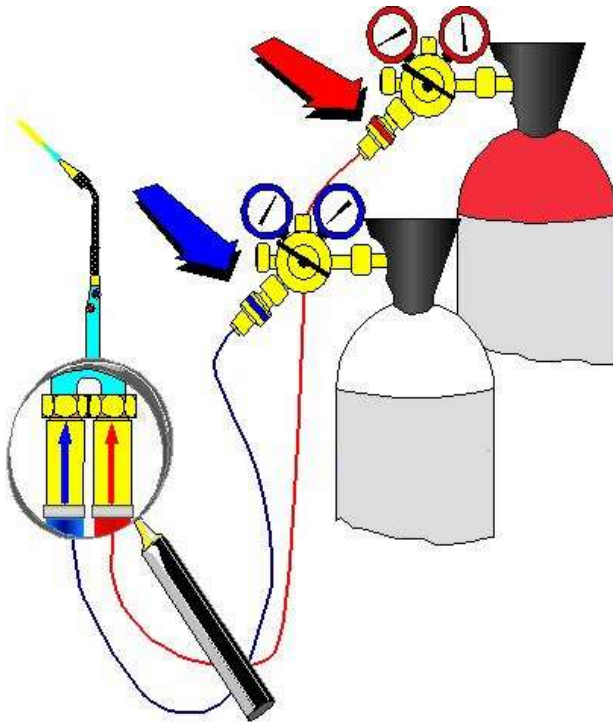

Figure 3. Dispositif d'arrêt d'explosion sur les détendeurs et sur le chalumeau
**Les dispositifs d'arrêt d'explosion de détendeurs** sont installés sur la sortie de gaz des détendeurs (Figure 3).